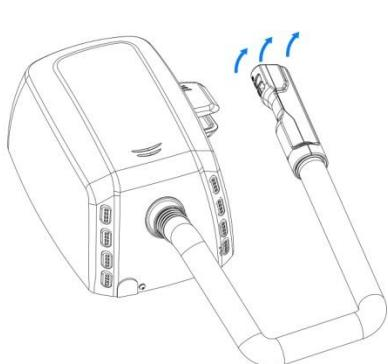

Рис. 2
- Сначала снимите сопло подачи воздуха с держателя (Рис. 2).